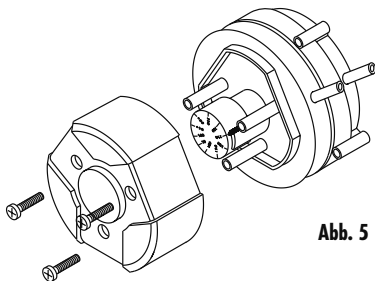

Abb. 5
3. Die 3 Schrauben am Gehäuse des Druckwächters lösen und das Gehäuse abnehmen (Abb. 5)